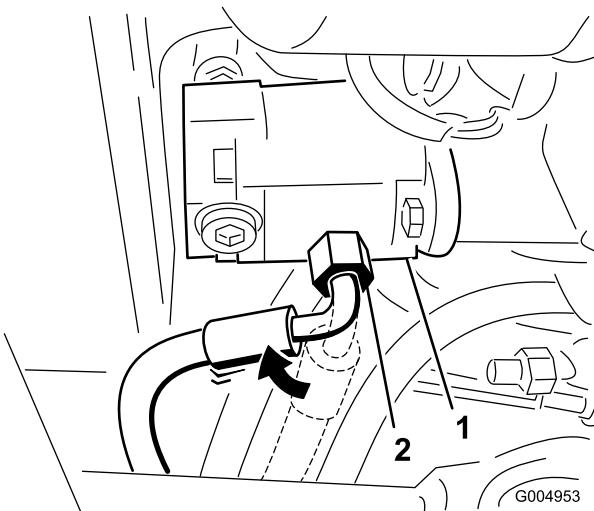

Рисунок 43
5. Ослабьте штуцер напорного шланга на насосе и поверните штуцер на 45 градусов в сторону передней части машины (Рисунок 43).
Примечание: Рисунок 43 показан со стороны нижней части тягового блока.